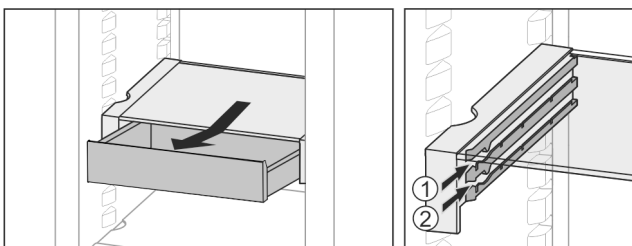

Fig. 18
- ▶ In beliebiger Höhe Fig. 18 (1) oder Fig. 18 (2) einschieben.